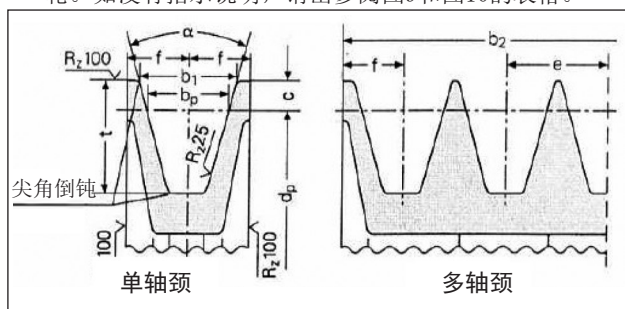

图9
- a) 使用皮带制造商说明/建议轴颈尺寸的V型皮带用皮带轮。如没有指示说明，请出参阅图9和图10的表格。